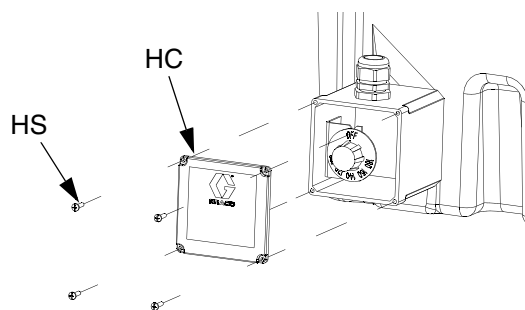

Fig. 13: Kåpa för doppvärmare
- Montera doppvärmarens kåpa (HC) med skruvarna (HS). Se FIG. 13.
- Öppna kopplingsboxens lucka och ta bort pluggen för lämplig värmarledning. Montera bussningens (302) sladdvinda. Led elkabeln (303) upp genom sladdvindan.